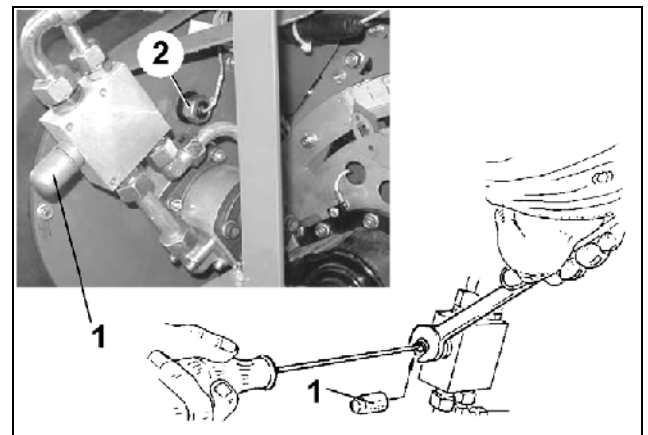

Fig. 106
Die erforderliche Gebläsedrehzahl finden Sie in der Tabelle 6. Stellen Sie die Gebläsedrehzahl am Druckbegrenzungsventil (Fig. 106/2) oder am Stromregelventil des Traktors ein.
- Schutzkappe (Fig. 106/1) entfernen